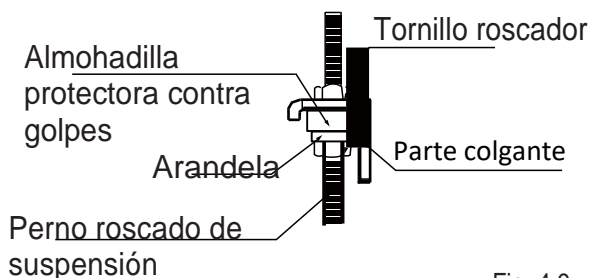

Fig. 4.9
- Cuelgue la unidad interior sobre los pernos de suspensión con bloques. Coloque la unidad interior en un lugar horizontal utilizando el indicador de nivel. En caso contrario, podría provocar fugas. (Véase la Fig. 4.9).